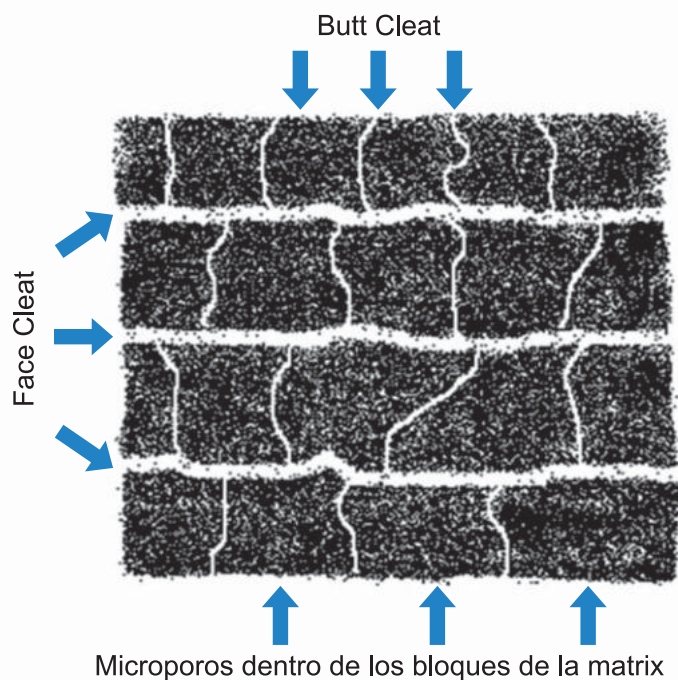

Figura 1. Esquema de la matrix de carbón y el sistema de fracturas naturales
los pozos productores tal como se muestra en la Figura 1. Las principales características de este sistema de redes son las siguientes:
a. Face cleat: conceptualmente se muestra en la Figura 1, es continua a lo largo de todo el reservorio y tiene la capacidad de drenar grandes áreas.